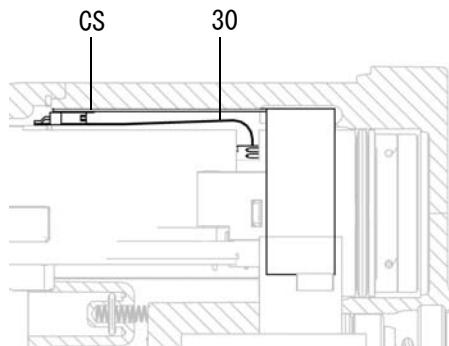

図 36. フレキシブル回路の接続
8. 電源 / タービンアセンブリを、ガン本体 (10) に挿入します。接地ストリップ (EE) がガン本体に接していることを確認してください。
**Smart モデルのみ：**6 ピンフレキシブル回路 (30) のコネクタの位置をガン本体上部のソケット (CS) と合わせます。図 36 を参照してください。